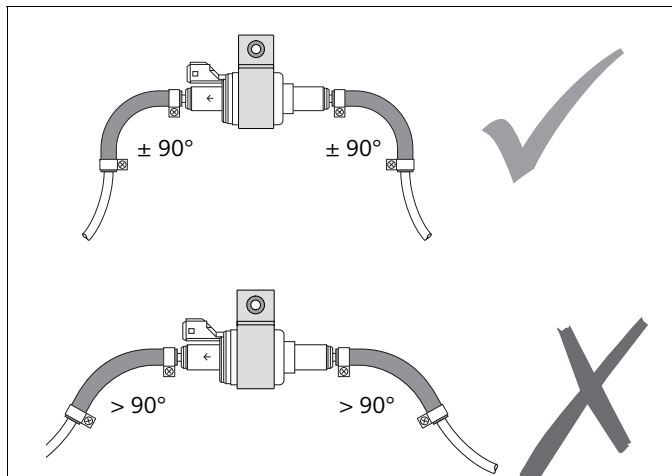

Abb. 24 Brennstoffleitungsbefestigung
- Die Brennstoffleitung so verlegen, dass die 90° Bögen nicht gestreckt werden, siehe Abb. 24.